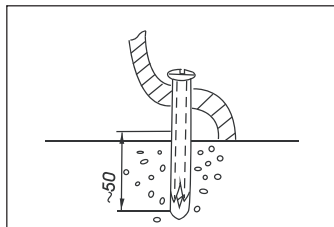

Рис. 4
4. Крепеж изделия (**рис. 4**). Изделие крепится к полу на 2-х винтах. Не рекомендуется устанавливать изделия на/в свежесухоуложенный бетон. **Внимание!** Перед установкой либо регулировкой арматуры в бачке унитаза-компакта удалите прокладочный материал, размещенный между бачком и крышкой унитаза. Прокладочный материал в дальнейшем в сборке унитаза-компакта не используется и подлежит утилизации.